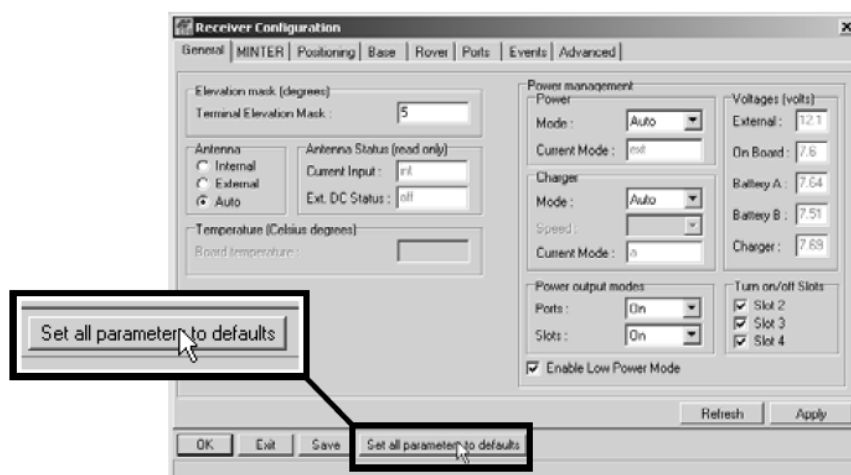

Рисунок 3-6. Кнопка Set all parameters to defaults
- Щелкните на кнопке *Set all parameters to defaults* (Принять начальные значения для всех параметров), см. рис. 3-6.